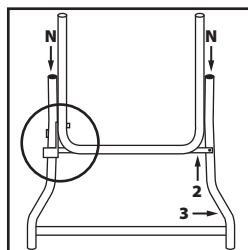

Fig. 6
- Veillez à tourner l'élément **4** dans le bon sens et à ce que le levier de l'élément **3** s'insère correctement dans la goupille de blocage de l'élément **4** (**Fig. 6**).